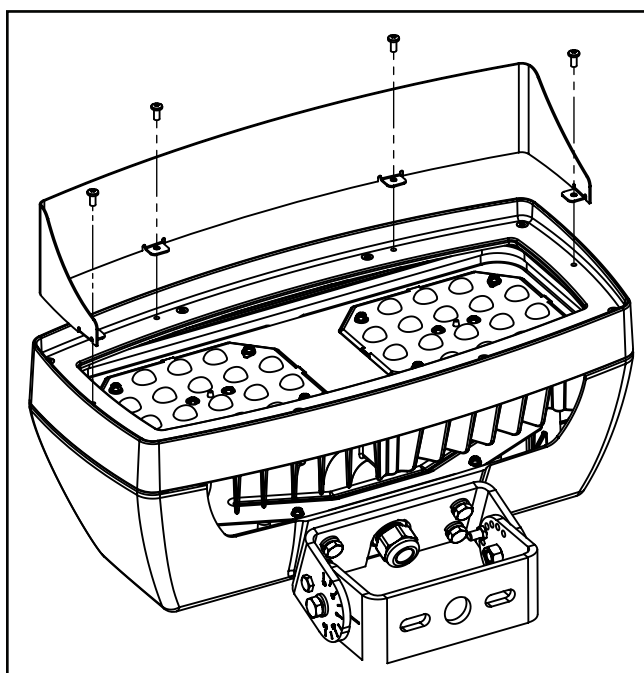

Figure 6.
Visière (Figure 6).
1. Alignez la visière sur le dessus des pinces de lentille avec les 6 trous existants. (Figure 6).
2. Serrez les (4) vis 8-32 sur la face du luminaire.